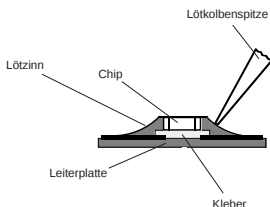

Fig. 1
- Schritt: CHIP- Lötstelle mit Sauglitze absaugen (Fig.1).